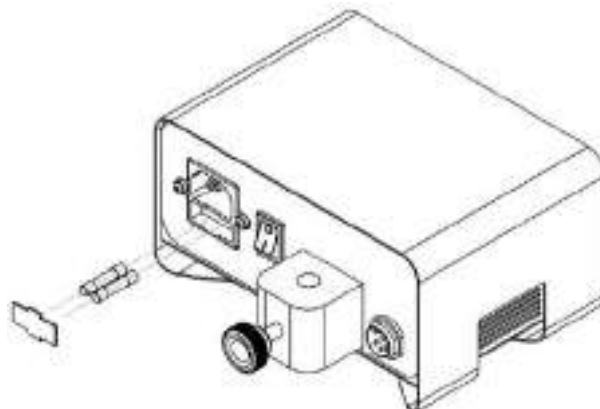

Figura 218 –Fusível 0,6 A Tipo F – 20 AG
- Desencaixe a tampa, retire o fusível para fora e coloque o novo, conforme a figura 218.